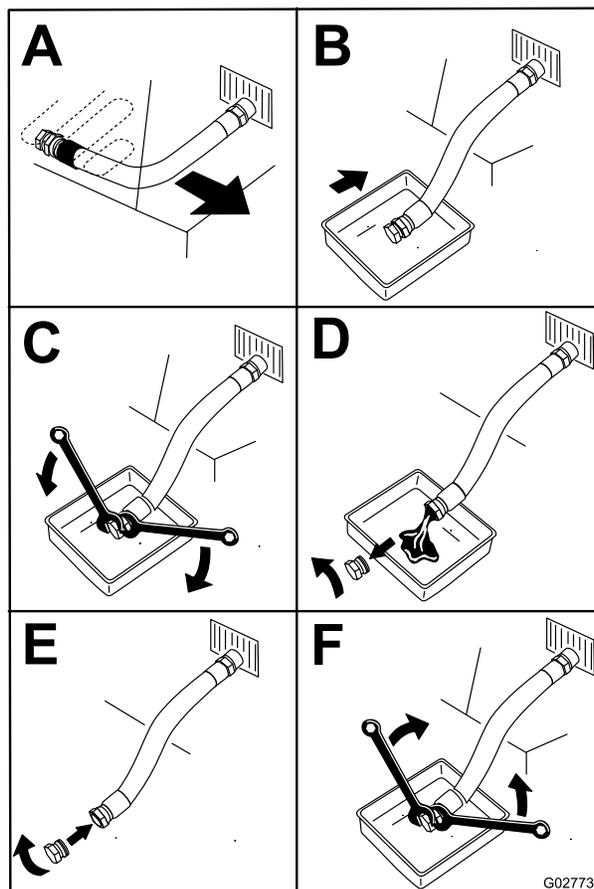

Рисунок 43
5. Злийте мастило з двигуна (Рисунок 43).